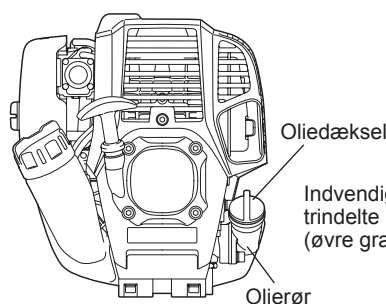
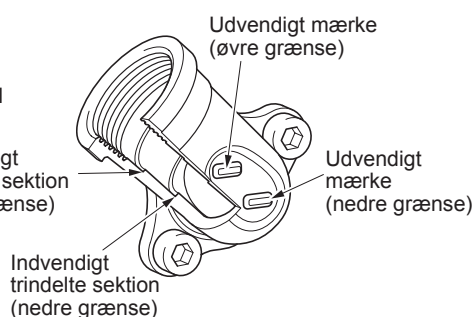

Fig. 1
Fig. 2 Olierør
- Placer motoren vandret, tag oliedækslet af (Fig. 1) og kontroller om der er olie i området mellem den øvre grænse og nedre grænse på olierøret (Fig. 2).